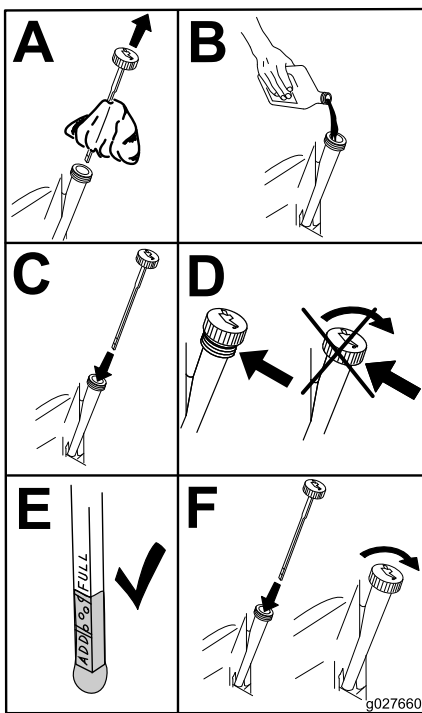

Figura 49
5. Versate lentamente circa l'80% dell'olio indicato nel tubo di rifornimento e sempre con cautela rabboccate l'olio necessario per portarlo alla tacca di **Pieno** (Figura 49).